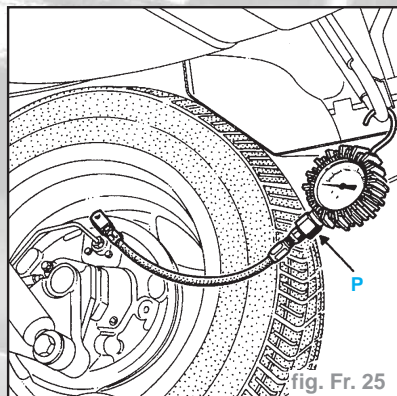

fig. Fr. 25
- Purger les manomètres par la vis (P) (fig. Fr. 25).